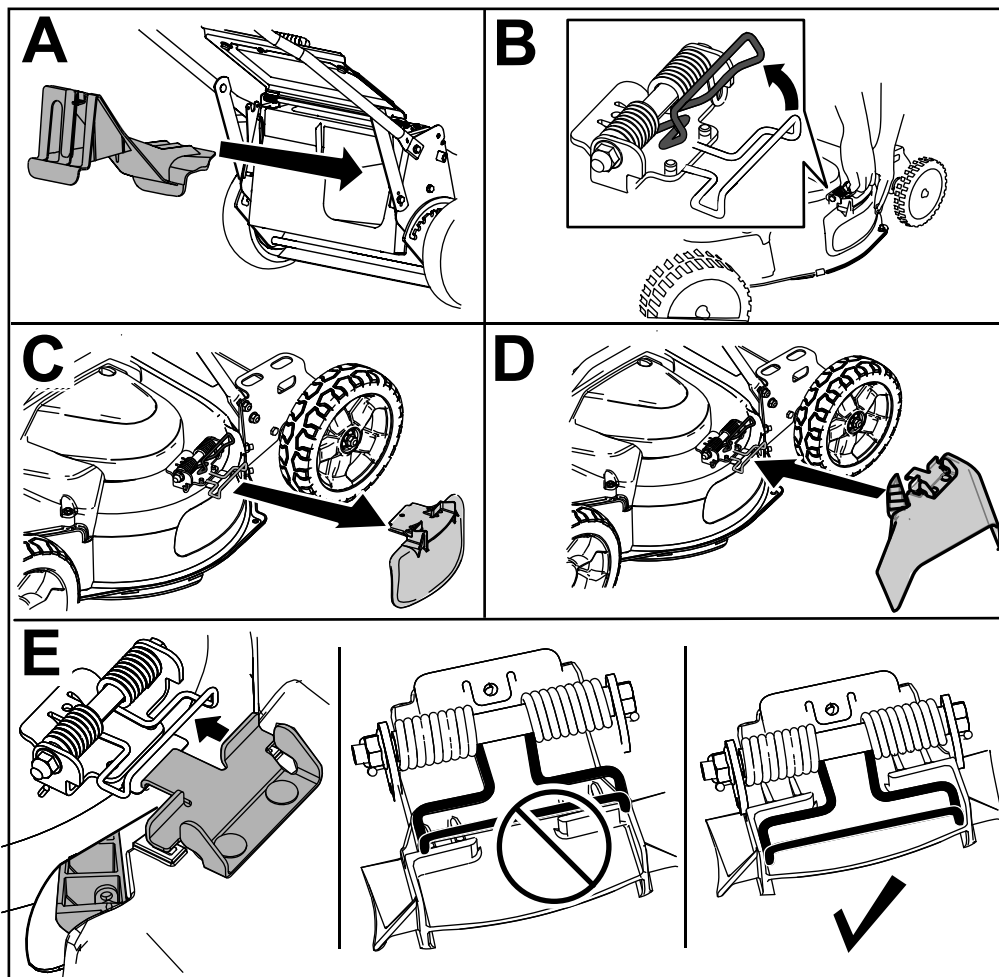

Figura 22
3. Inserte el tapón de descarga trasera (Figura 22, A).
4. Retire el deflector de descarga lateral tirando hacia arriba del muelle que sujeta el deflector en su sitio y retirando el deflector (Figura 22, B y C).
5. Para instalar el conducto de descarga lateral, tire hacia arriba del muelle, coloque el conducto sobre la abertura y baje el muelle sobre las pestañas de la parte superior del conducto de descarga (Figura 22, D y E).